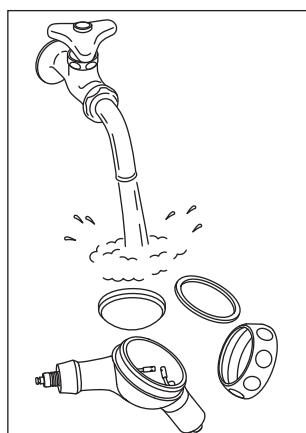

図20
- 3) パウダーケースの内側やパウダーケースカバーの内側に付着しているパウダーを流水下で洗い流します(図20)。